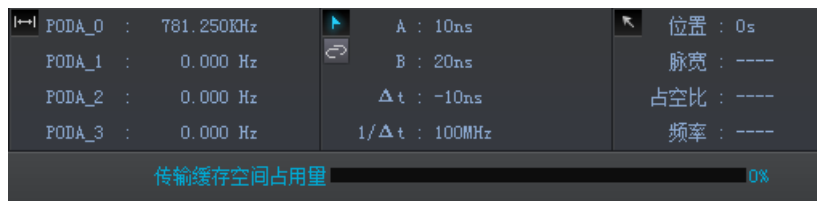

图 5.5 记录模式下的设备存储空间占用量进度
(5) 当启动采样后，波形视图上显示的是最新从逻辑分析仪读取回来的 1 秒的数据，任务栏上会显示逻辑分析仪的内存的占用量，如图 5.5 所示。